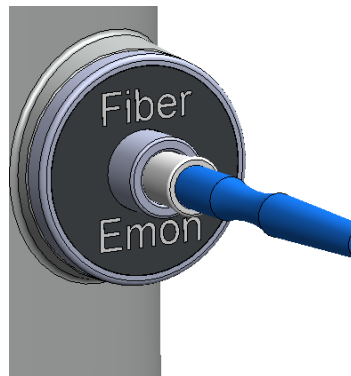

Fig. 4-9: Fibră inserată cu adaptor steril
- Fibra cu adaptorul steril trebuie introdusă cât mai mult posibil în intrarea monitorului de energie de pe panoul frontal al laserului (Fig. 4-9).